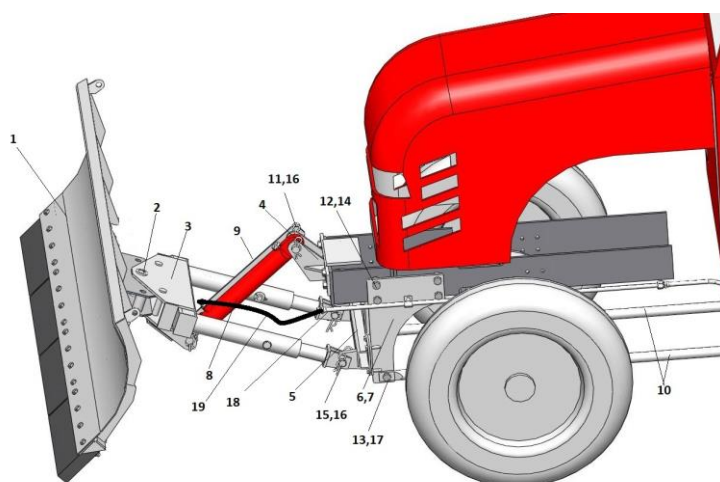
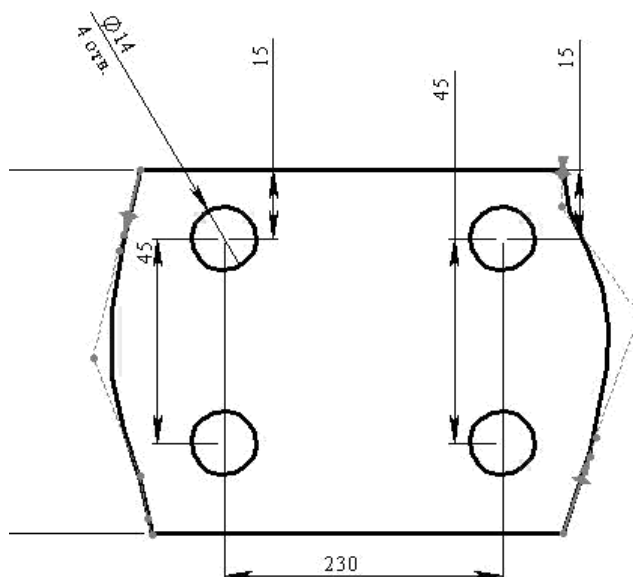

Рис.1 МКО-2,0 на трактор Gm254
Рис.2
Оборудование плужное МКО-2,0 устанавливается на трактора TS-254; JM-254 (рис.1, 1в)
Плужное оборудование (рис. 1) состоит из:
2.4.2 Перевод плужного отвала МКО-2,0 и КО320 в рабочее и транспортное положение осуществляется при помощи гидроцилиндра рис.1, 3 (8)
2.5.6 Кронштейн МКО-1, 8.00.432 (Рис. 1а) приварить к заднему кронштейну трактора по месту сопряжения
Рис.1а
Рис.1в. МКО-2,0 на трактор TS-254
Для установки оропы гидроцилиндра поз.4 (рис.1) просверлить 4 отверстия диаметром 14 мм в передней панели трактора согласно рис.2.